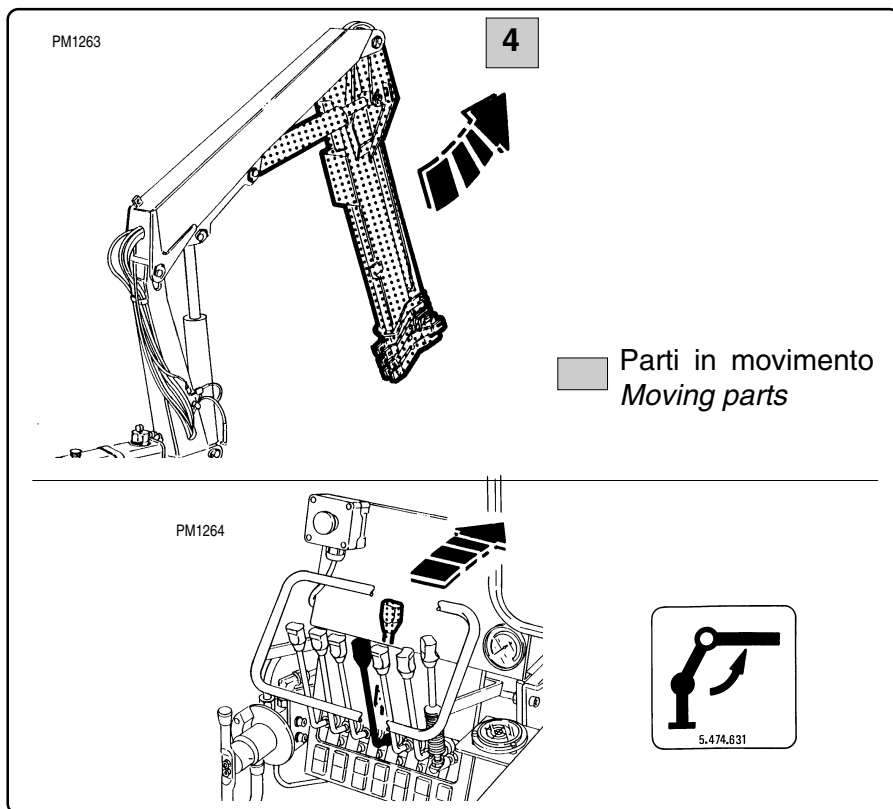

fig. 6.8.6
- 4** Azionare verso l'alto il comando del martinetto mensola per aprire il braccio della gru (fig. 6.8.6).
- 4** *Activate the main boom cylinder control up, to articulate the crane boom (fig. 6.8.6).*